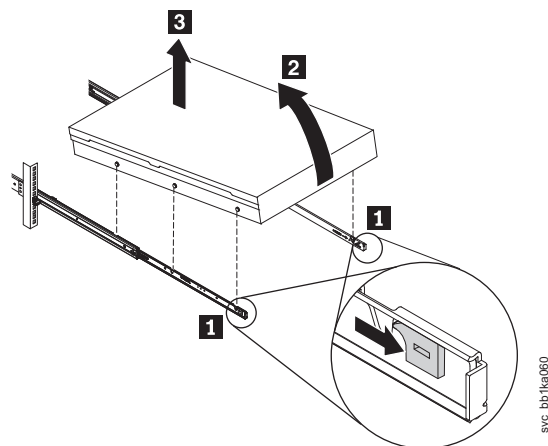

図 47. ラックからの 2145-CG8 または 2145-CF8 ノードの取り外し
4. レールの側面にある 2 つの白色のキャッチ (74 ページの図 47 の **1**) を前方に引き、ノードの前面をほんの少し持ち上げます。